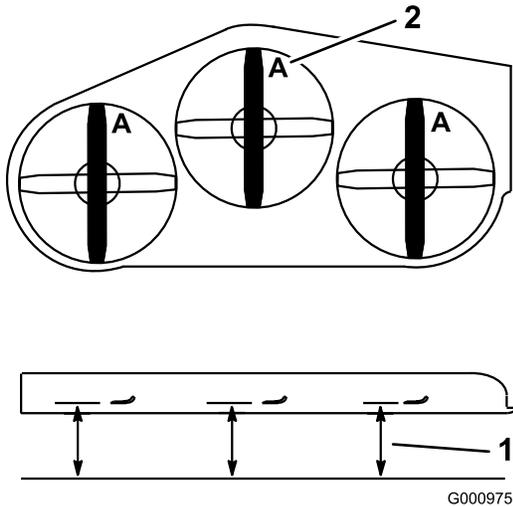

図 77
4. **A**の位置で(図 77)、平らな床面からブレードの刃先までの高さを測る。